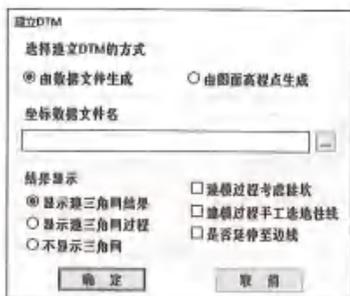

图4-7 建立DTM
2) 建立三角网。通过前期两种方式处理高程点，建立 DTM 进而形成三角网文件，并对三角网文件进行编辑及保存，在建立过程中如果有陡坎，注意将陡坎选择上即可，如图 4-7 所示。